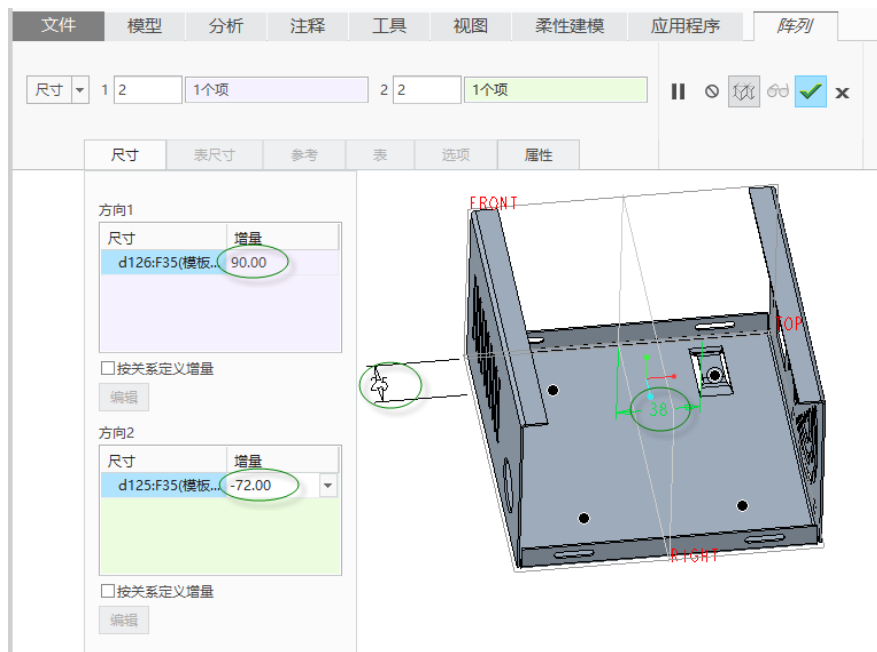

图 6-105 定义“尺寸”阵列参照及参数
(1) 选中刚创建的成型特征, 从功能区的“模型”选项卡中单击“编辑”→ (阵列) 按钮, 打开“阵列”选项卡。
(2) 从“阵列”选项卡的阵列类型下拉列表框中选择“尺寸”选项, 在图形窗口的模型中选择数值为 25 的尺寸作为方向 1 的尺寸, 设置其增量为“90”; 在“尺寸”面板上单击(激活)“方向 2”收集器, 接着在图形窗口的模型中选择数值为 38 的尺寸作为方向 2 的尺寸, 并设置其增量为“-72”, 如图 6-105 所示, 方向 1 和方向 2 的阵列成员数均为“2”。